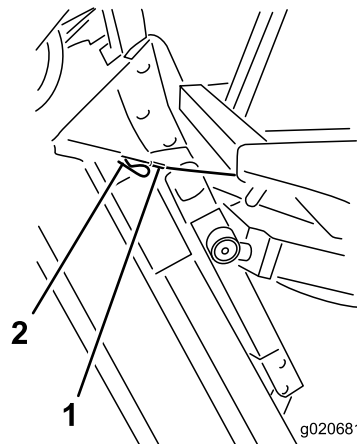

Figura 76
6. Mantenendo l'apparato di taglio verticale, fate passare l'estremità del cavo sopra il perno del braccio di sollevamento dell'apparato, e fissate il cavo con la coppiglia (Figura 76).